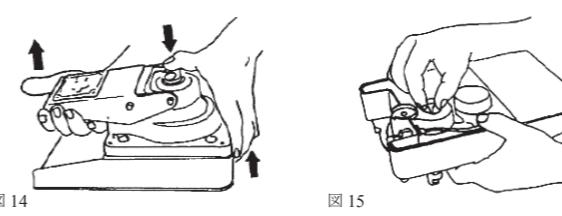

図11
- 水平に持ったまま、ゴムカバーを外してください(図11)。